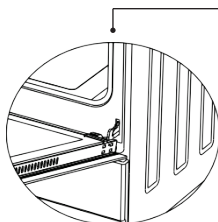

Figura 1.1
2. Observe cuidadosamente as dobradiças da porta para identificar um tipo de pequenos ganchos. Estes pequenos ganchos são as patilhas de bloqueio das dobradiças da porta (figura 1.1).